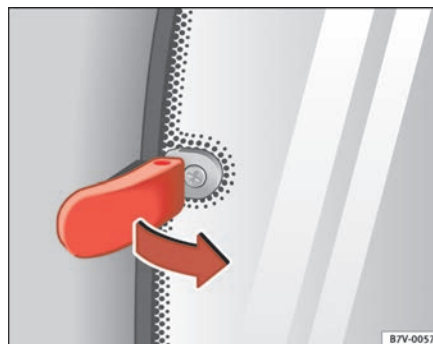

Fig. 65 Palanca de bloqueo de las ventanillas deflectoras mecánicas
- Tire de la palanca de bloqueo ⇒ fig. 65 hacia delante en la dirección de la flecha y, al mismo tiempo, empujela hacia fuera hasta que encastre.